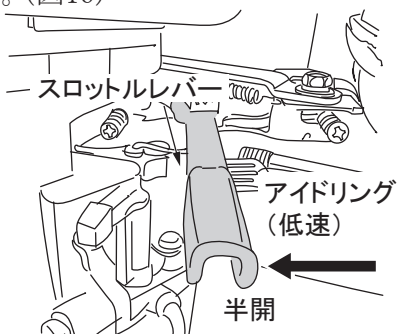

図 16
3. スロットルレバーを低速(アイドリング位置)にします。(図16)